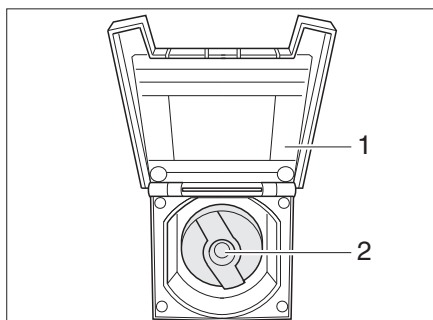

Fig. 209 Tapa de cierre para el tubo de llenado de agua potable
- Abrir la tapa (Fig. 209,1) para el tubo de llenado de agua potable.
- Introducir la llave en el cilindro de cierre (Fig. 209,2) y girarla un cuarto de vuelta en sentido contrario a las agujas del reloj.
- Abrir el tubo de llenado de agua potable (Fig. 209).